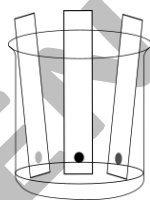

Figura 5. Vaso de precipitados con mezcla etanol:agua y tiras de papel filtro.
13. En un vaso de precipitados de 500 mL adicionar 5 mL de la mezcla etanol:agua y colocar las tres tiras de papeles filtro sujetándolas al vaso, mediante un dobléz como se muestra en la Figura 5, (asegurarse que la marca no toque la superficie de la mezcla).